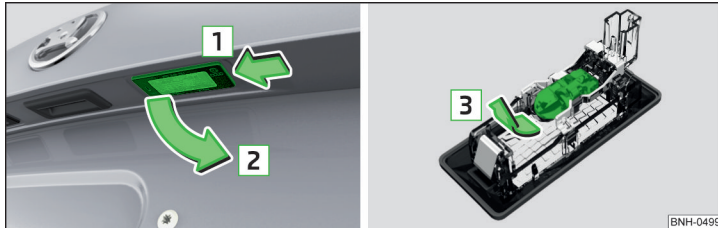

Abb. 159 Kennzeichenleuchte ausbauen / Glühlampe wechseln
- › Die Leuchte in Pfeilrichtung [1] » Abb. 159 eindrücken.